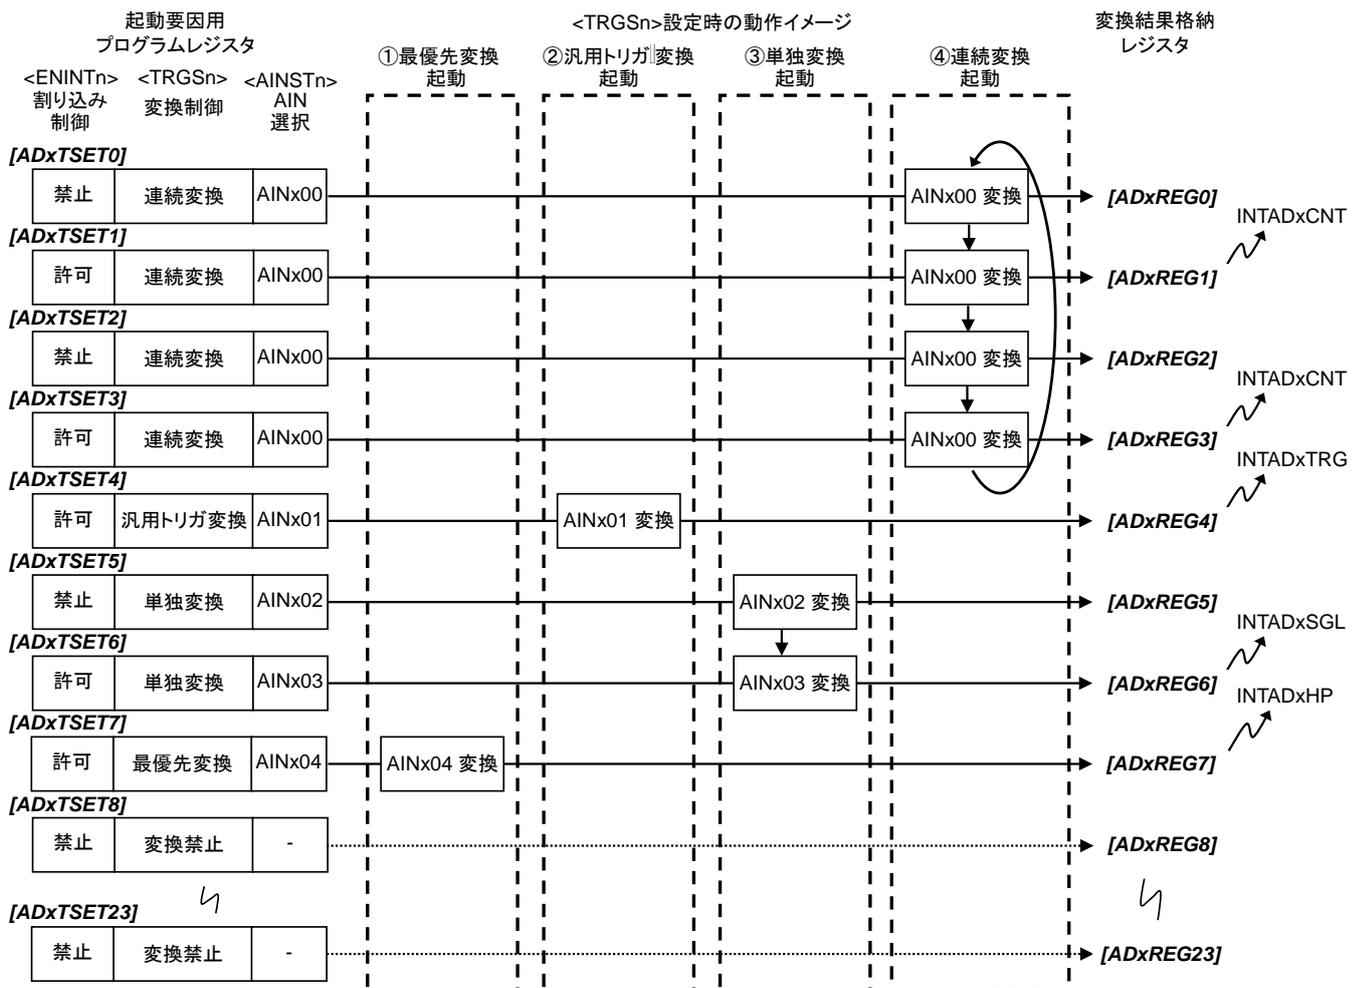

図 3.1 起動要因と動作の関連 (例)
① 最優先変換 ・最優先トリガ ・最優先変換動作(ソフトウェア)	② 汎用トリガ変換 ③ 単独変換動作(ソフトウェア) ④ 連続変換動作(ソフトウェア)
注) 番号①～④は、図 3.1 で動作イメージを示しています。